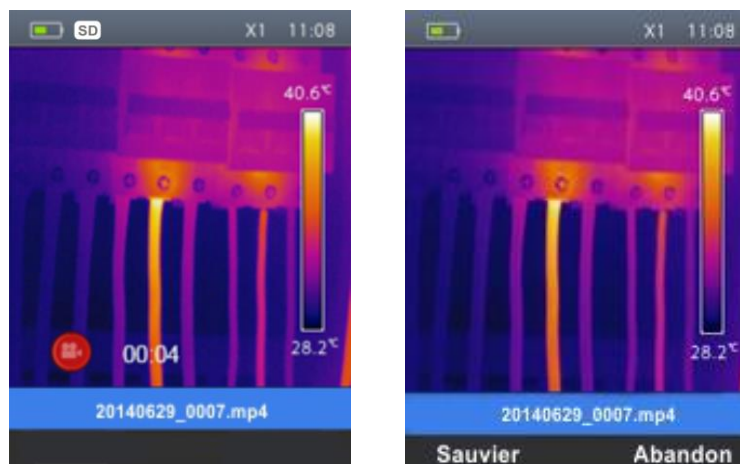

Fig. 30 : Enregistrement d'une vidéo
4. Appuyer sur la touche **T** (Trigger) et la garder enfoncée pendant quelques secondes pour activer l'enregistrement de la vidéo. Le message « AAAAMMGG _xxxx.mp4 » apparaît dans la barre d'état et la minuterie apparaît au bas de l'écran (voir Fig. 30)